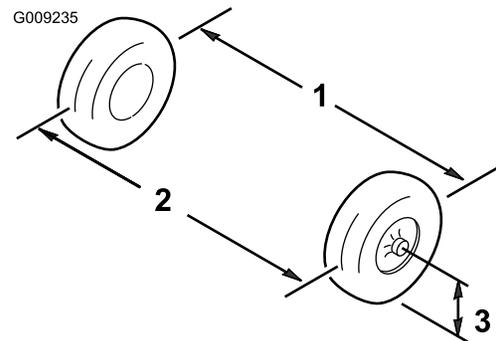

Bild 54
6. Messen Sie den Abstand zwischen beiden Vorderreifen auf Achshöhe (an der Vorder- und Rückseite der Vorderreifen) (Bild 54).